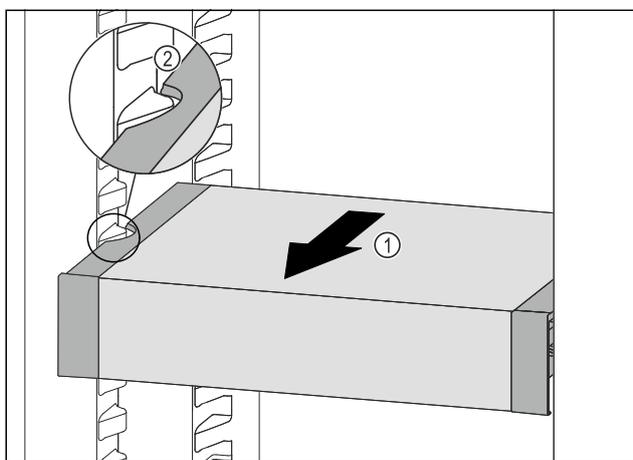

Fig. 134
- Tirer le VarioSafe vers l'avant Fig. 134 (1) jusqu'à ce que les encoches latérales du VarioSafe se trouvent au niveau de la nervure du bac dans la partie réfrigérateur. Fig. 134 (2)